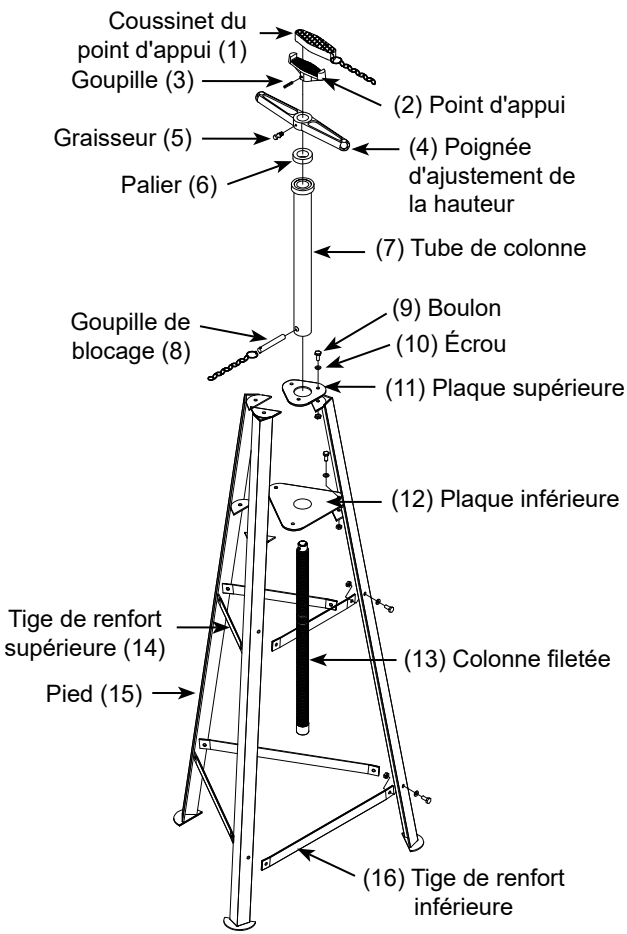

Figure 1 : Composants du modèle 33020
- (voir figure 1)
- Avant d'assembler le produit, assurez-vous d'avoir toutes les pièces. Passez en revue les pièces que vous avez en main avec les pièces illustrées sur la figure 1 et la liste des pièces ci-dessous.
- Fixez la plaque inférieure (12) et la plaque supérieure (11) aux pattes du trépied (15) à l'aide des boulons et des écrous (9 et 10) fournis. Ne serrez qu'à la main. Assurez-vous que les deux plaques sont placées au-dessus du trou de la vis.
- Insérez la colonne filetée (13) dans le tube de la colonne (7).
- Insérez le palier (6) et la poignée d'ajustement de la hauteur (4) dans la colonne filetée (13).
- Fixez le point d'appui (2) au-dessus de la colonne filetée (13) et utilisez un marteau pour faire entrer la goupille (3) dans la colonne filetée.
- Insérez les pièces assemblées aux étapes 4 et 5 à travers la plaque supérieure (11).
- Insérez la goupille de blocage (8) au bas du tube de la colonne (7).